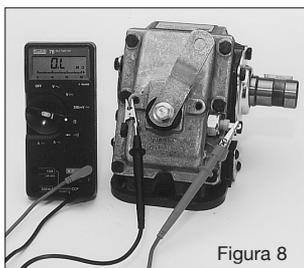

Figura 8
2. Conecte el otro cable a una parte de metal sin revestir de la TDF o la palanca de cambios (Figura 8).
5. Cambie la TDF a la posición de desactivación. El medidor debería volver a la normalidad (Figura 8).